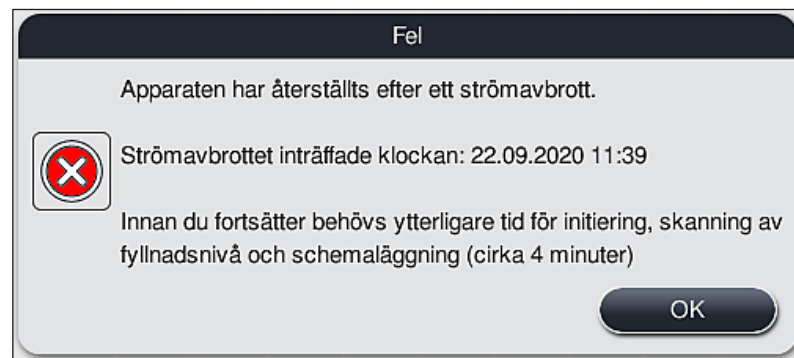

Bild 106
- ① Det första informationsmeddelandet efter det att enheten har startats om informerar operatören om tidpunkten för strömavbrottet (→ "Bild 106"). Bekräfta informationsmeddelandet genom att trycka på **OK** för att få instruktioner för att fortsätta infärgningen.